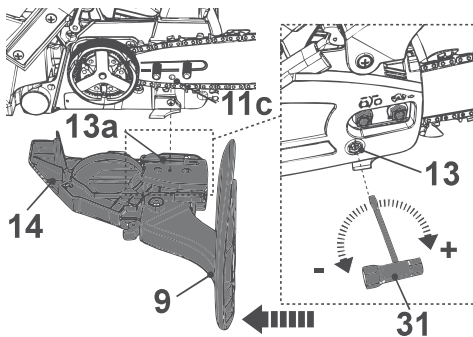

Fig. 6
**ADVERTENCIA:** Tire del protector de manos delantero (9) completamente hacia atrás para mantener el freno de cadena desactivado antes de montar la cubierta (14).
8. Coloque la cubierta (14). Si es necesario, gire el tornillo tensor (13) hacia la izquierda o hacia la derecha con la multiherramienta (31) para ajustar el pasador tensor (13a) hasta que alcance la posición en la que se pueda insertar en el orificio de tensión (11c) (Fig. 6).